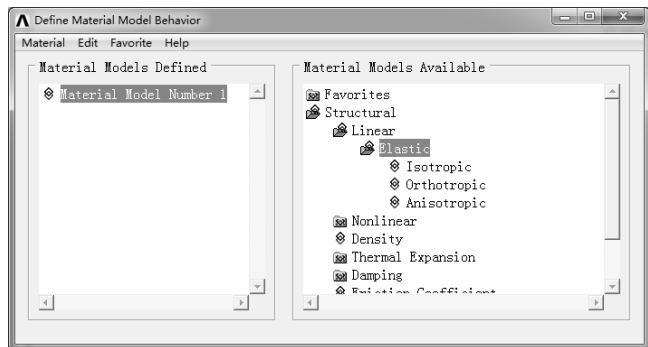
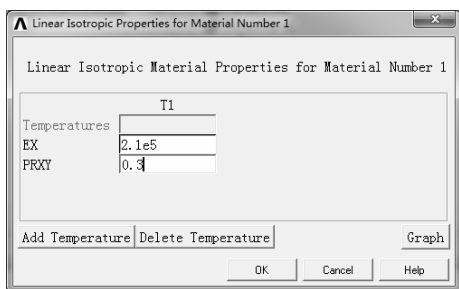

图 9-95 “Define Material Model Behavior”对话框
图 9-96 “Linear Isotropic Properties for Material Number 1”对话框
Material Model Behavior”对话框,如图 9-95 所示。
2)在图 9-95 右侧列表中选择“Structural>Linear>Elastic>Isotropic”,弹出“Linear Isotropic Properties for Material Number 1”对话框,在“EX”文本框中输入 2.1e5,在“PRXY”文本框中输入 0.3,如图 9-96 所示。单击“OK”按钮返回。